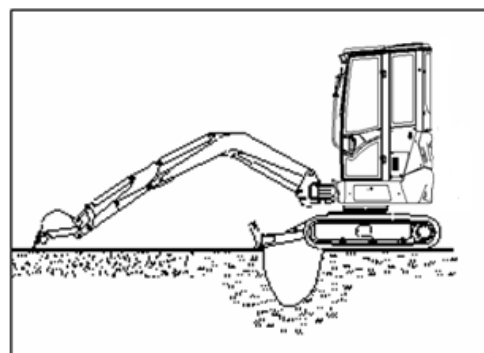

FIG. 4.4.8
- 6) Atunci când utilajul intră în șanț sau trece prin calea de rulare, puteți folosi brațul și biga pentru a ajuta utilajul să treacă (FIG. 4.4.8).